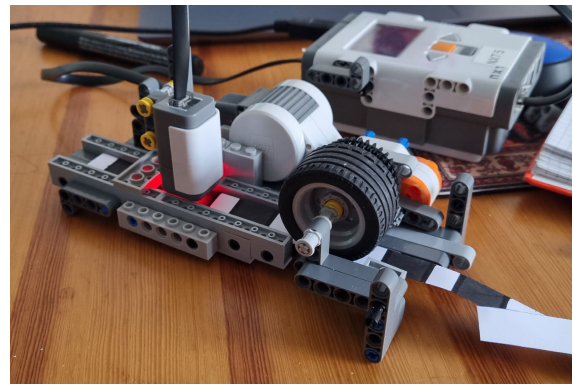

Abbildung 5. El-Mo-Apparat (Version 2)
2) *Konstruktion:* Für die zweite Konstruktion wurde ein NXT-Lichtsensor und ein NXT-Motor verwendet, wie in Abbildung 5 gezeigt wird. Der Motor dreht ein Rad, das den Morsecode-Streifen auf der dafür vorgesehenen Bahn unter dem Lichtsensor durchführt. Um Probleme beim Auslesen des Streifens zu vermeiden, bewegt sich der Motor in bestimmten Abständen vor und zurück, um den Lichtsensor immer genau